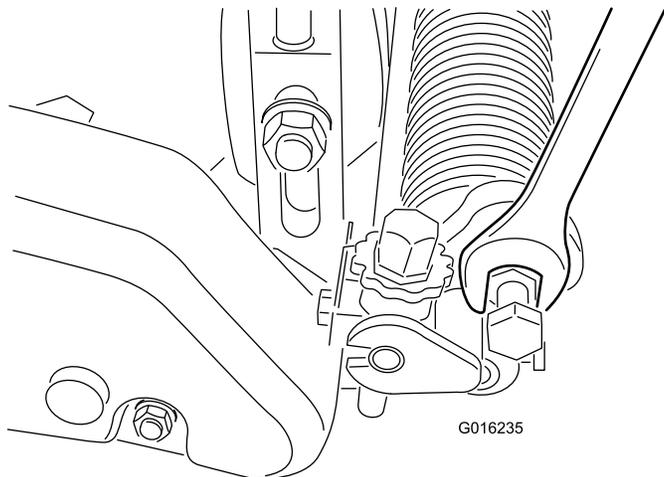

Figura 24
- B. Mueva los brazos hacia arriba o hacia abajo a la posición A o B (Figura 24).